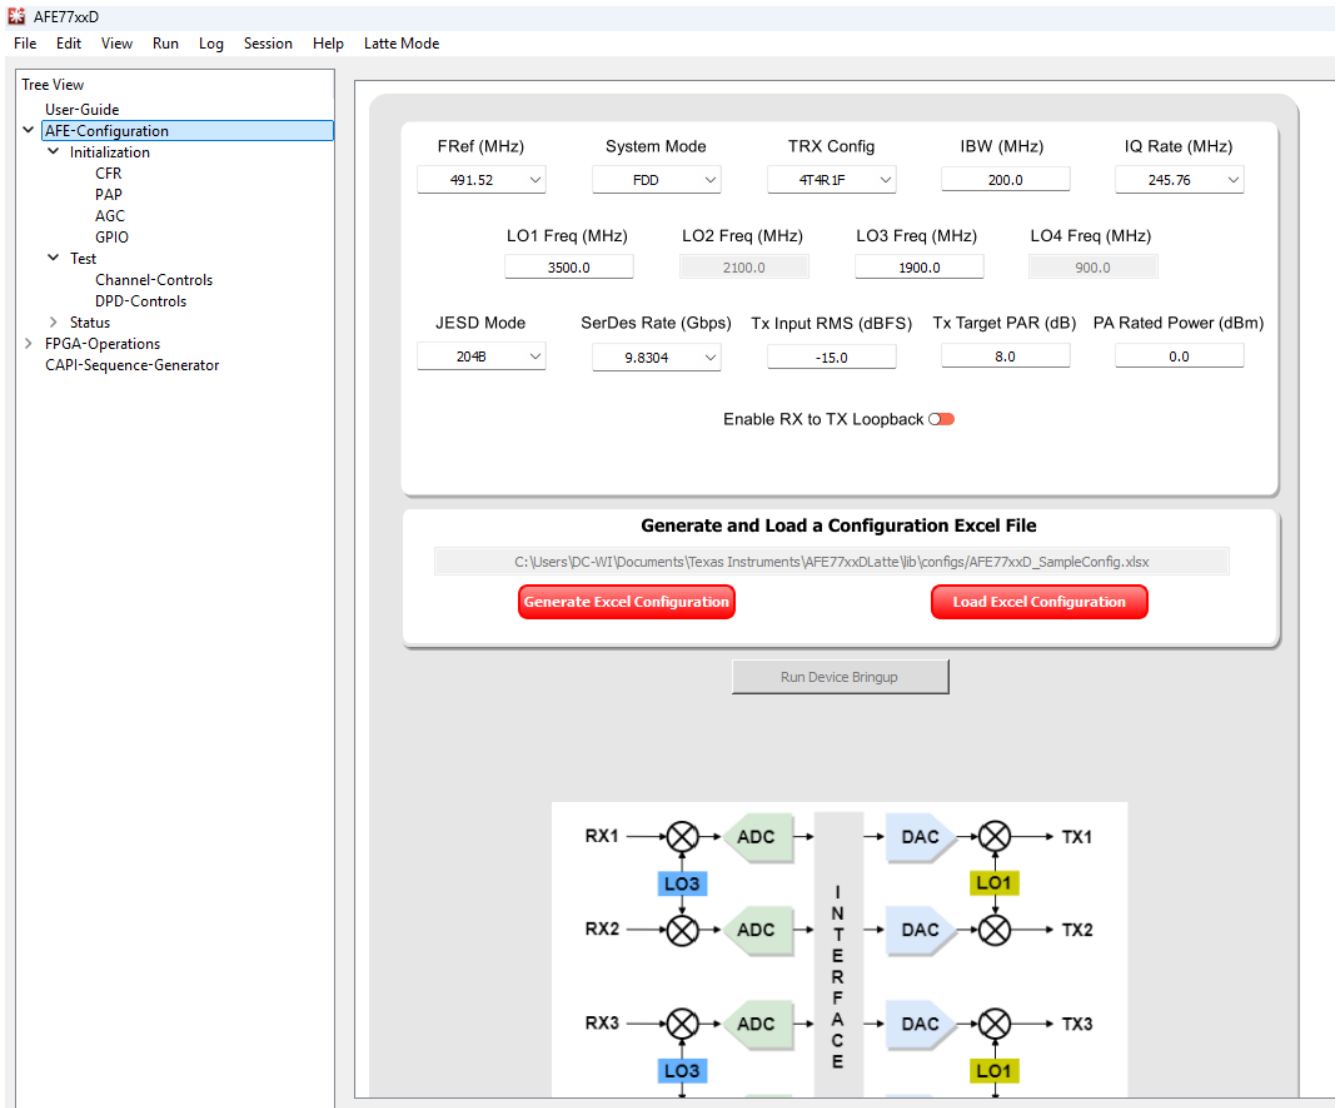

图 3-10. 主窗口：AFE 配置
- 点击 *Browse* under *Load System Parameters*，然后在 "\Documents\Texas Instruments\AFE77xxDLatte\lib\configs" 下选择 "AFE77xxD_Picocom_pc802_K1L.xlsx" 配置文件。选择文件后，单击 *LOAD*。图 3-10 显示了主窗口屏幕。您还应该会在 Log 窗口中看到一条消息，指出已加载配置。